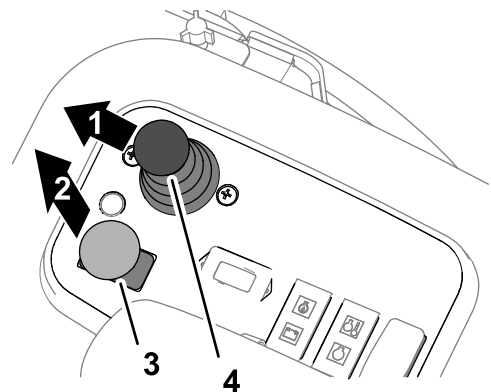

Figura 100
3. Mueva la palanca de control de bajar/segarse/elevarse hacia delante (Figura 100).